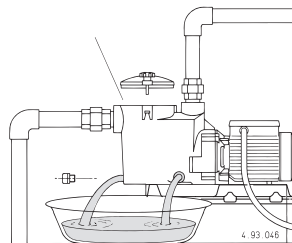

Рис. 4 Слив
**Во время простоев, при наличии опасности замораживания необходимо слить из насоса всю жидкость,** убрав две сливные заглушки с кольцевыми уплотнениями многоразового использования (рис. 4).